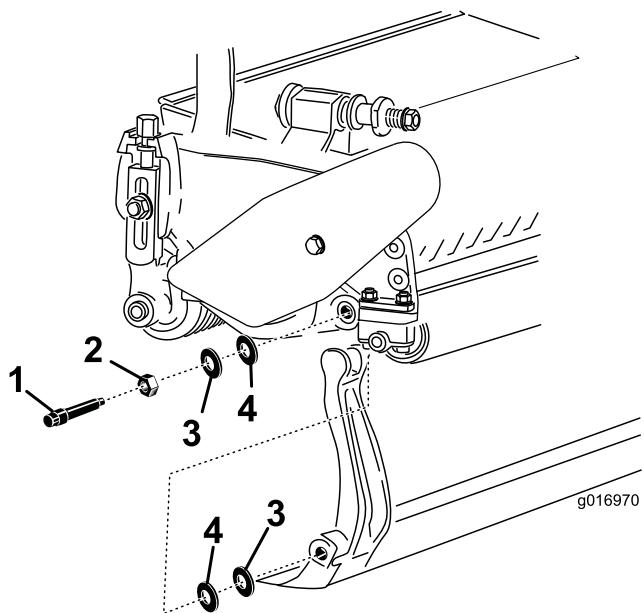

Figure 20
Mettez de côté les 2 rondelles en nylon et les 2 rondelles en acier estampé situées de chaque côté de la barre d'appui (Figure 20).
- rondelle en acier à l'extérieur de chaque rondelle en nylon (Figure 20).